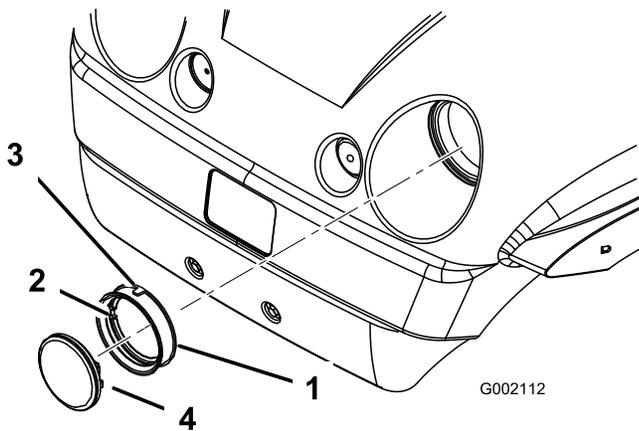

Figura 39
4. Retire la junta de goma de alrededor del faro (Figura 39). Deseche el faro.
5. Alinee la muesca del interior de la junta con la muesca del faro nuevo (Figura 39). Deslice la junta sobre el faro hasta que quede colocada firmemente.